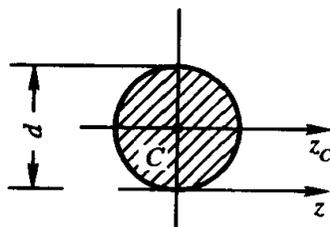

图 1-2
2. 图 1-2 所示圆截面对形心轴 z_c 的惯性矩 $I_{z_c} =$ _____, 对 z 轴的惯性矩 $I_z =$ _____。已知 z 轴平行于 z_c 轴, 圆的直径为 d 。